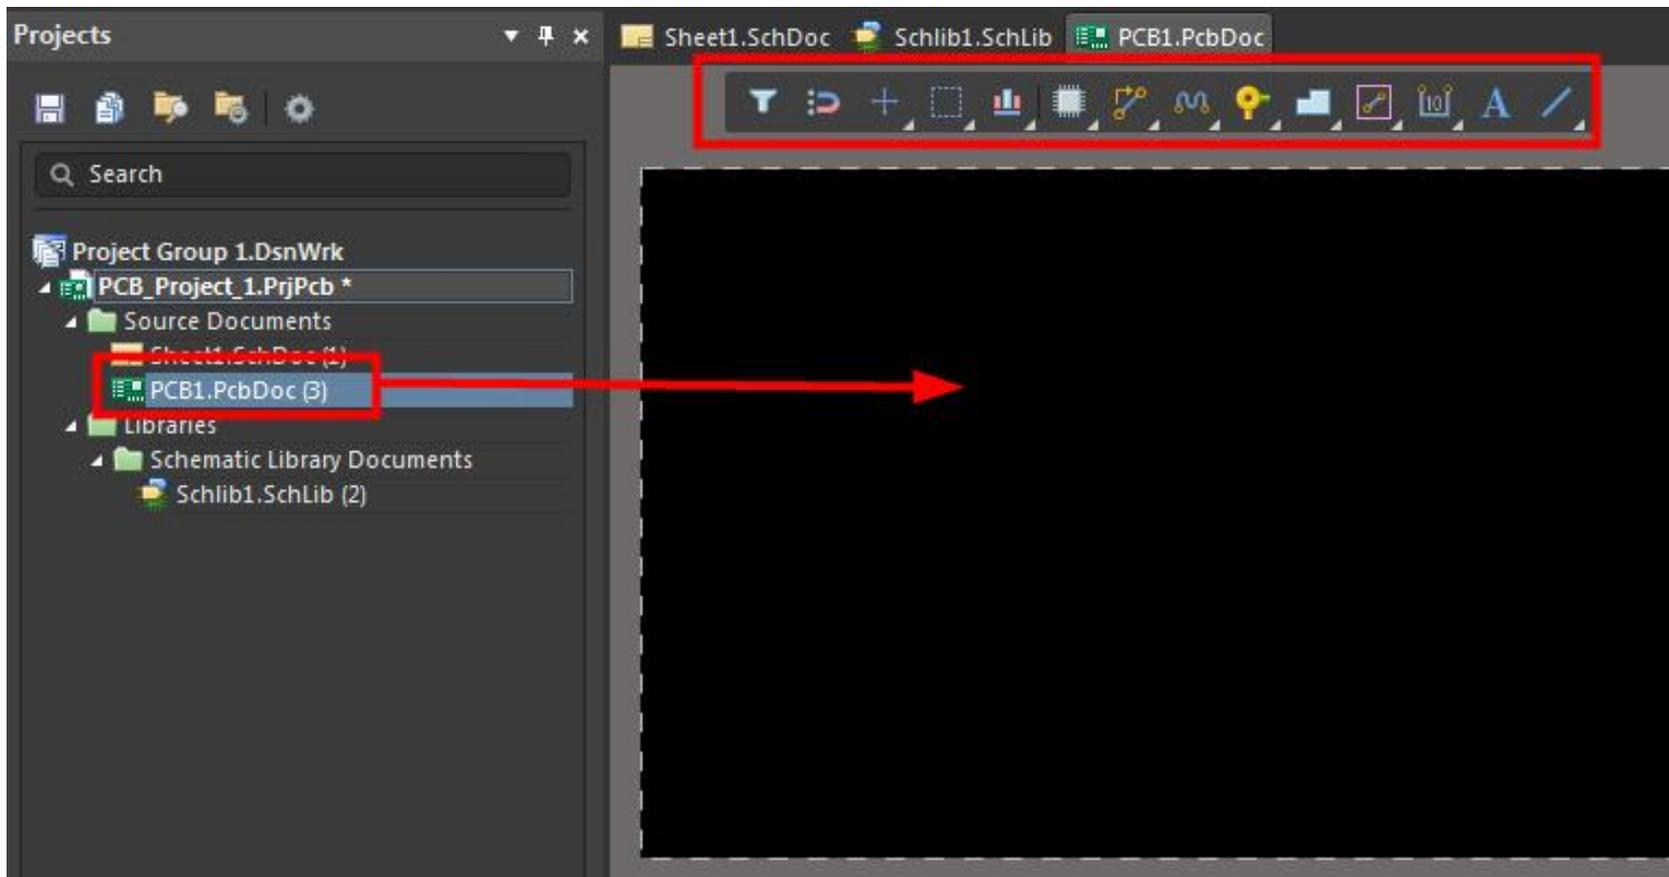

图2-22 PCB设计界面
- (2) 执行前面的菜单命令后将在PCB\_Project1.PrjPCB工程中新建一个PCB印制板文件，该文件将显示在PCB\_Project1.PrjPCB工程文件中，被命名为PCB1.PCBDoc，并自动打开PCB印制板设计界面，该PCB文件进入编辑状态，如图2-22所示。